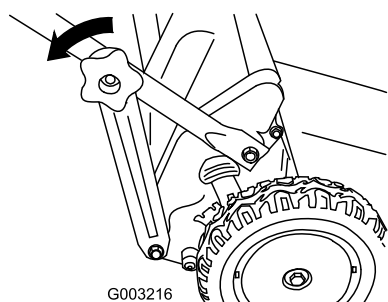

Figure 14
1. Retirez les boutons de fixation des supports aux extrémités de la partie inférieure du guidon (Figure 14).